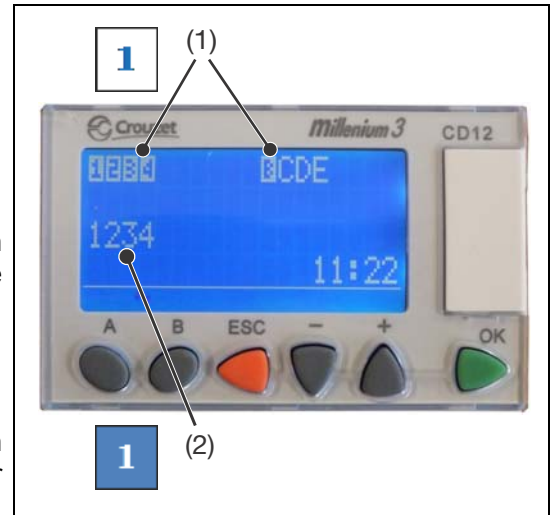

Fig. 9-17 : Statusmeldung der Ein- und Ausgänge
- B.** Zur Verwendung dieser Funktion die Taste - gedrückt halten. Es erscheint der nebenstehende Bildschirm. ("Fig. 9-17 :")
- ↳ Wenn die Pixel um einen Eingang bzw. einen Ausgang aufleuchten, dann ist der entsprechende Ein- oder Ausgang aktiv (1).
- ↳ Wenn die Pixel um einen Eingang bzw. einen Ausgang nicht aufleuchten, dann ist der entsprechende Ein- oder Ausgang nicht aktiv (2).